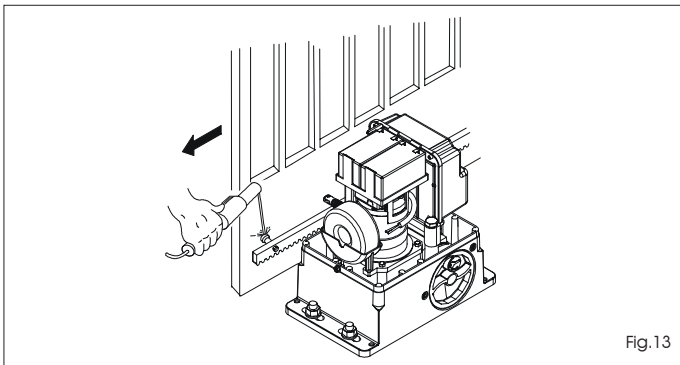

Fig.13
- 3) Apoye sobre el piñón la primera pieza de cremallera a nivel y suelde el trinquete roscado en la cancela como se indica en la Fig. 13.